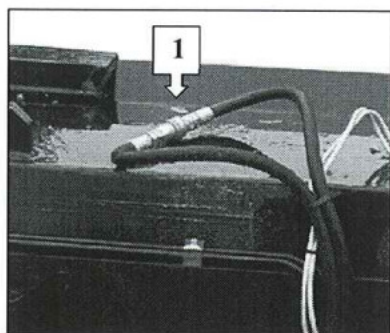

Fig. 4 - 08
- Scollegare dalla macchina i tubi idraulici di comando e successivamente provvedere ad innestarli tra di loro (fig. 4 – 08/punto 1) in modo che non possa entrare impurità di nessun tipo causando successivamente malfunzionamenti all'impianto.;